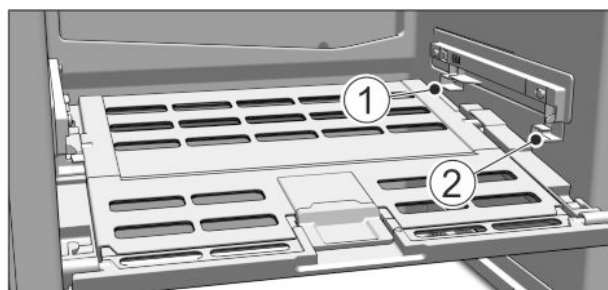

Fig. 14
- ▶ Introduceți capacul Fructe & legume mereu proaspete: Introduceți de jos ghidajele capacului în suportul de sprijin din spate Fig. 14 (1) și cuplați-le în față în suportul de sprijin Fig. 14 (2).